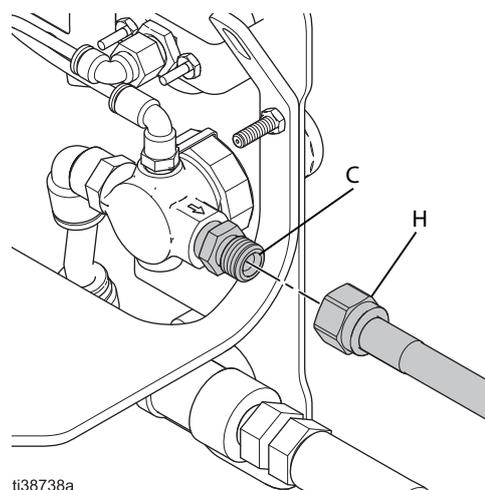

Рис. 5: Подключение шланга подачи воздуха к регулятору давления воздуха, подаваемого в краскораспылитель
2. Подсоедините другой конец шланга подачи воздуха в краскораспылитель (Н) к регулятору давления воздуха, подаваемого в краскораспылитель (С), или к выпускному каналу клапана отключения подачи воздуха (А). См. Рис. 5.